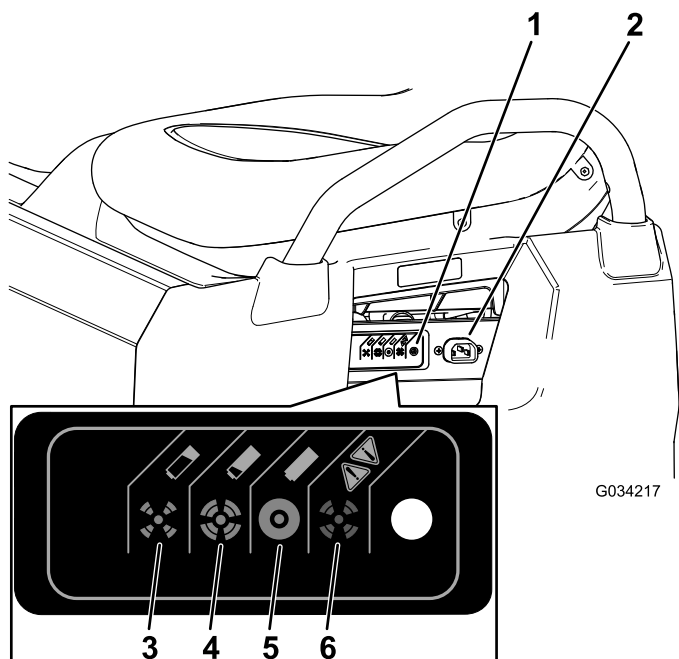

Рисунок 38
3. Подсоедините зарядный шнур типоразмера 16 (или большего диаметра), длиной 2,5 м (или более короткий) к зарядной розетке автомобиля (Рисунок 38).
Информацию о значении различных цветов индикатора статуса зарядного устройства см. в следующей таблице и на Рисунок 38.